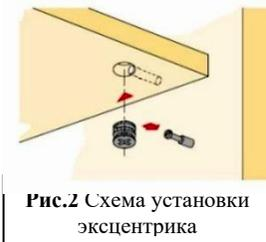

Рис.2 Схема установки эксцентрика
- На детали № 3, а так же на профиля №8 и №9 установить штоки эксцентриковых стяжек **В** (рис.2);